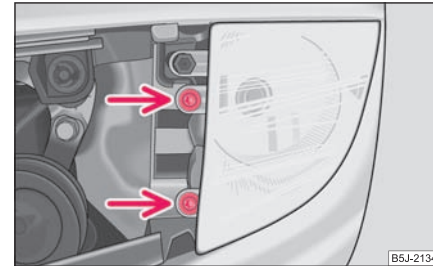

Fig. 215 Demontarea becului farului de ceață
- Desfaceți șuruburile ⇒ fig. 215 și scoateți farul de ceață. ►
- Înșurubați șuruburile ⇒ pagina 219, fig. 215 și montați grila ⇒ pagina 209. ■